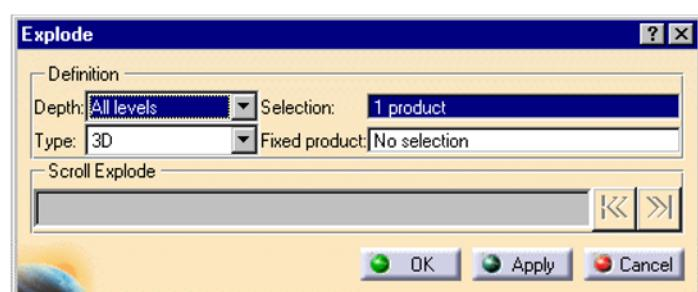

Fig.32. Fereastra de dialog **Explode**
- Se activează iconul **Explode** , pe ecran fiind afisată fereastra de dialog **Explode** (fig.32);